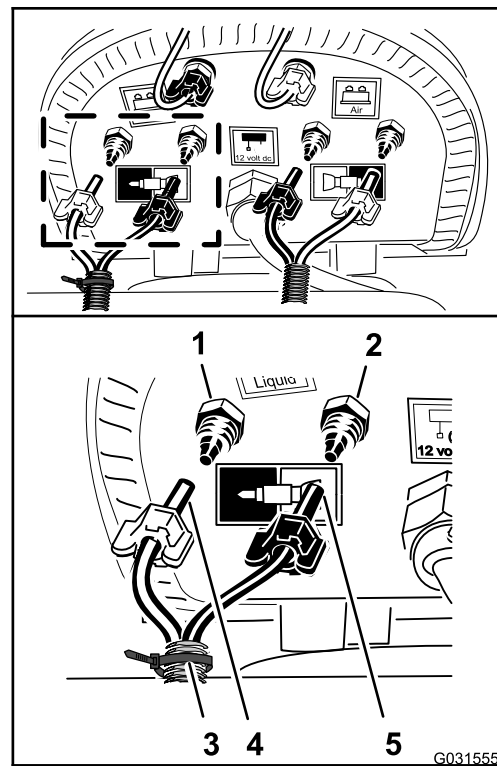

Figura 174
3. Collegate il tubo con la fascetta per cavi che avete preparato al passaggio 9 di Rimozione dei tubi del liquido e dell'aria dalla macchina \(pagina 9\) allineando il tubo blu per la sezione della barra di destra sul raccordo di compressione per il circuito dell'acqua della sezione della barra di destra (Figura 174).
4. Montate il dado di compressione del tubo sul raccordo e serrate il dado manualmente (Figura 174).
5. Allineamento del tubo trasparente per la sezione della barra di destra sul raccordo di compressione per il circuito dell'aria della sezione della barra di destra (Figura 174).
6. Montate il dado di compressione del tubo sul raccordo e serrate il dado manualmente (Figura 174).